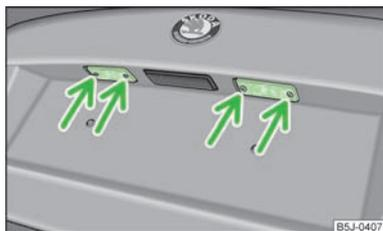

Fig. 150
- Ouvrez la malle arrière et dévissez le cache en verre » fig. 150.